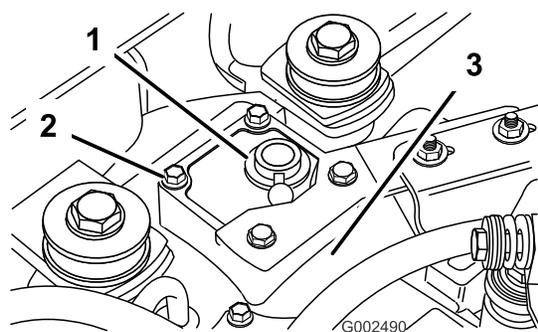

Figura 5
1. Retire os quatro parafusos que fixam a tampa à parte de cima da caixa da transmissão (Figura 5). Retire o suporte do escape.